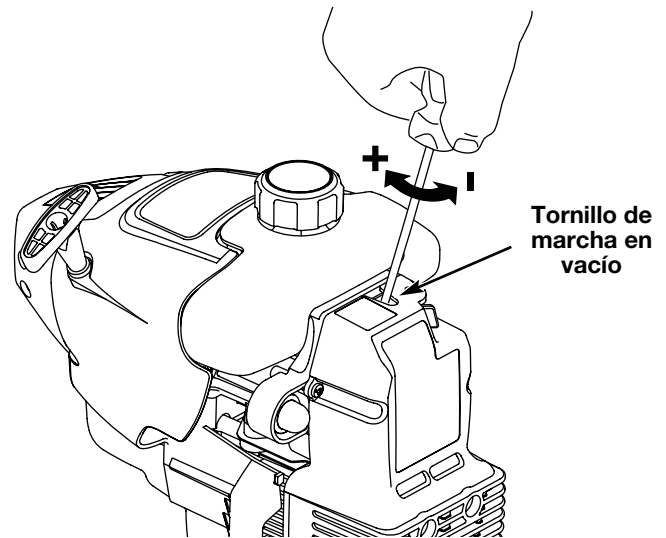

Fig. 20
La velocidad lenta del motor puede ser ajustada por la cubierta del silenciador / filtro de aire (Fig. 20).
2. Suelte el gatillo del regulador y deje que el motor funcione en marcha lenta. Si el motor se para, inserte un pequeño destornillador Phillips en el orificio de la cubierta del silenciador / filtro de aire (Fig. 20). Gire el tornillo de marcha lenta en **sentido horario**, de a 1/8 de vuelta por vez (según sea necesario) hasta que el motor funciona en mínima.